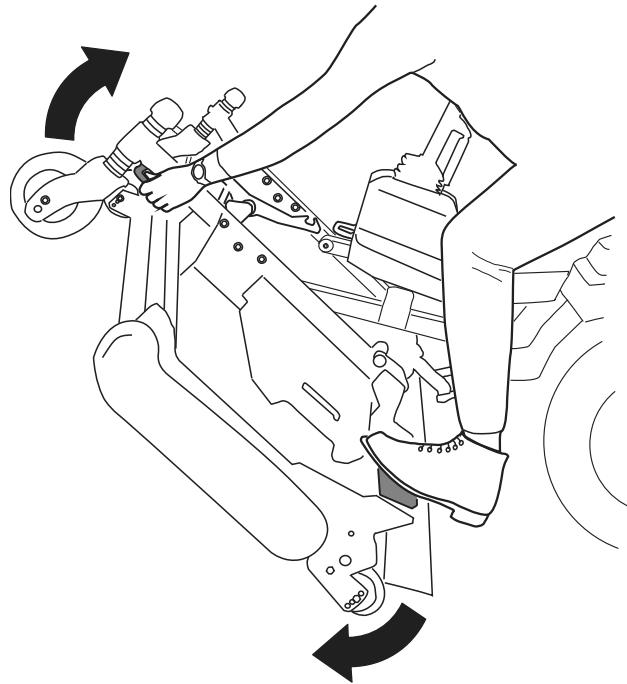
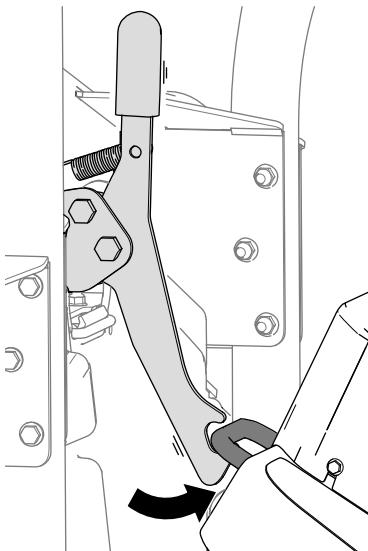
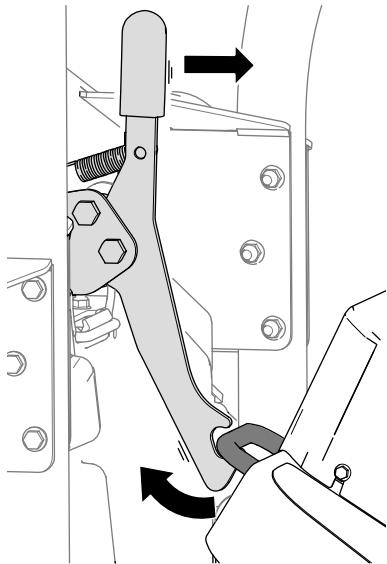

図 35
図 36
図 37
5. カッティングユニットを立てる図 35と、ラッチがロープ掛けブラケットに掛かる図 36。
1. ロープ掛けブラケットに掛かっているラッチを外す図 37 カッティングユニットを少しだけ前に倒して図 35、ラッチのハンドルを前方へ動かせばよい。